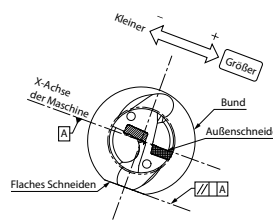
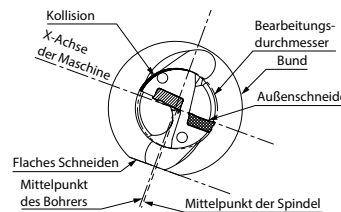

Abb. 2 Äußere Wendeschneidplatte zeigt nach oben
Abb. 4 Übermäßiger Offset (für kleinere Bohrdurchmesser)
1. Stellen Sie den Bohrer mit der äußeren Wendeschneidplatte parallel zur x-Achse des Revolvers ein. (Abb. 4)
2. Wenn Sie den Bohrdurchmesser vergrößern möchten, müssen Sie das Werkzeug entlang der x-Achse zur äußeren Wendeschneidplatte verschieben (siehe Abb. 2 und 3). Möchten Sie den Bohrdurchmesser verkleinern, verschieben Sie es in die entgegengesetzte Richtung. Dieses Verschieben entlang der Achse wird als „Offset“ bezeichnet. Stellen Sie sicher, dass Sie den Bohrdurchmesser nicht kleiner einstellen als den Bohrerdurchmesser (Abweichung 0,2 mm oder mehr). Andernfalls kollidiert der Werkzeughalter mit der Bohrung (Abb. 4)